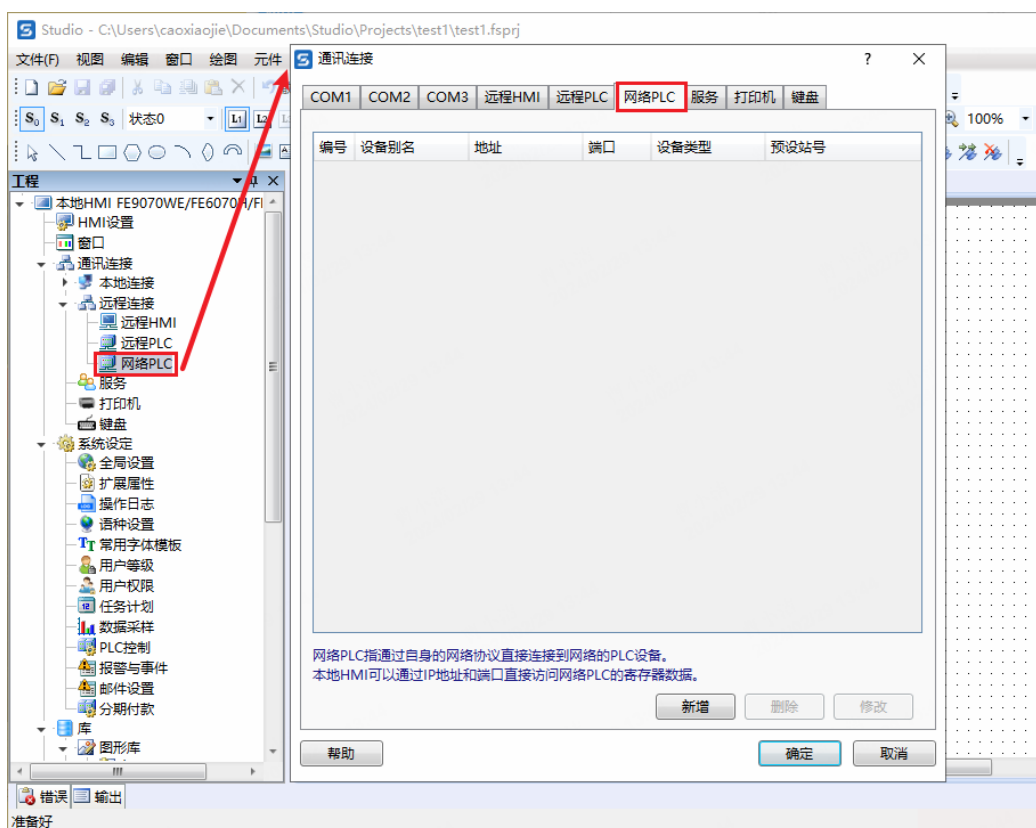
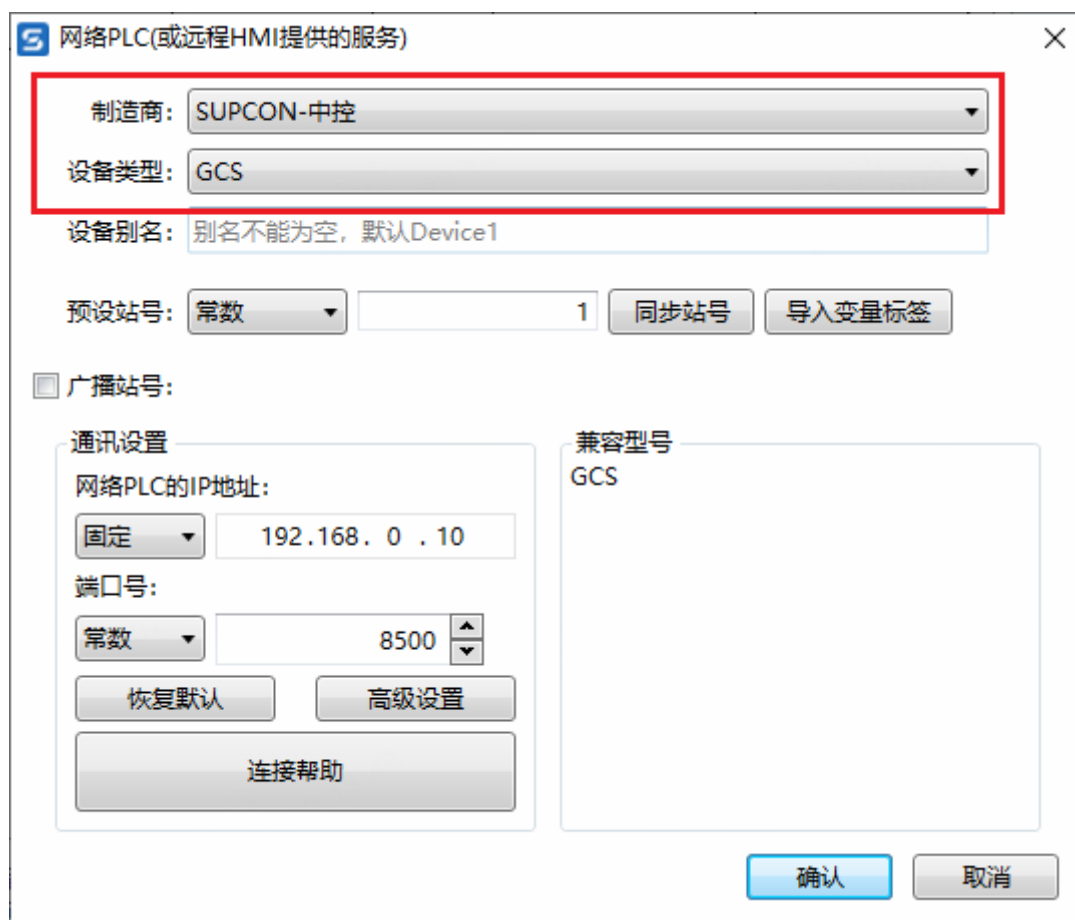

图 5-4 网络 PLC
图 5-5 添加 GCS 驱动
3) 导入变量标签文件。在图 5-5 中单击“导入变量标签”，在弹出的对话框中单击“浏览”，选择工程组态下*.cxPrj文件，系统将自动识别该工程下的控制站，您可勾选相应控制站下的变量文件进行导入，如下图所示。
- 5) 依次在图 5-5 和图 5-4 单击“确认”和“确定”，完成添加。
- 1) 在图 5-4 中单击“新增”，在弹出的对话框中进行如下配置。